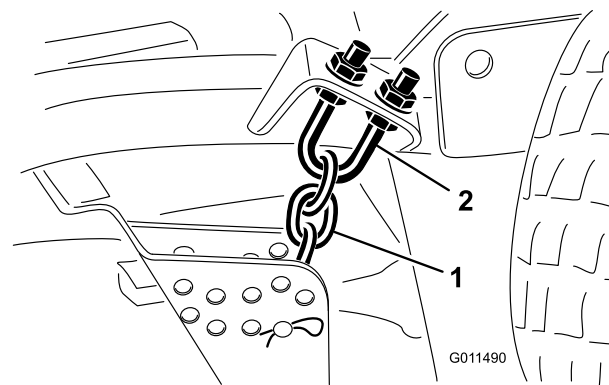

Figura 80
- Desaperte as porcas de bloqueio na zona superior ou inferior da cavilha em U da correia da altura de corte (Figura 80).